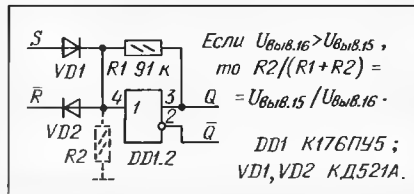

Рис. 17
**RS-триггер на двухвыходном преобразователе уровня.** Элементы микросхемы К176ПУ5 имеют прямой и инверсный выходы, что позволяет построить “полновесный” триггер (рис. 17) всего на одном таком элементе. Входные и выходные узлы элементов питают от одного источника (выв. 15 и выв. 16 соединяют вместе).